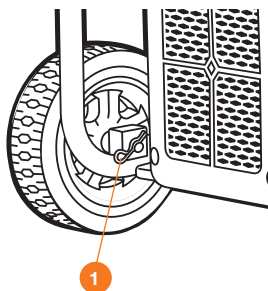

Рис. 2
- Проденьте ось колеса и присоедините к раме генератора на установочные места, зафиксируйте шплинтом **1** (Рис. 2).